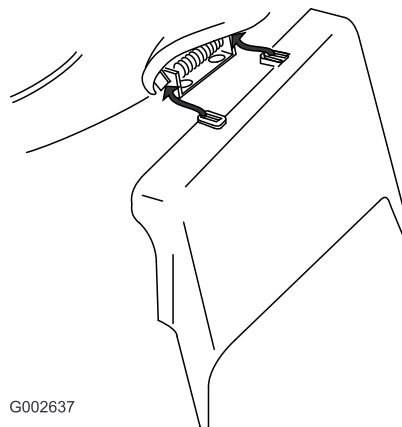

Bild 33
3. Setzen Sie den Seitenauswurfkanal ein und schließen Sie die Klappe auf dem Auswurfkanal (Bild 33).